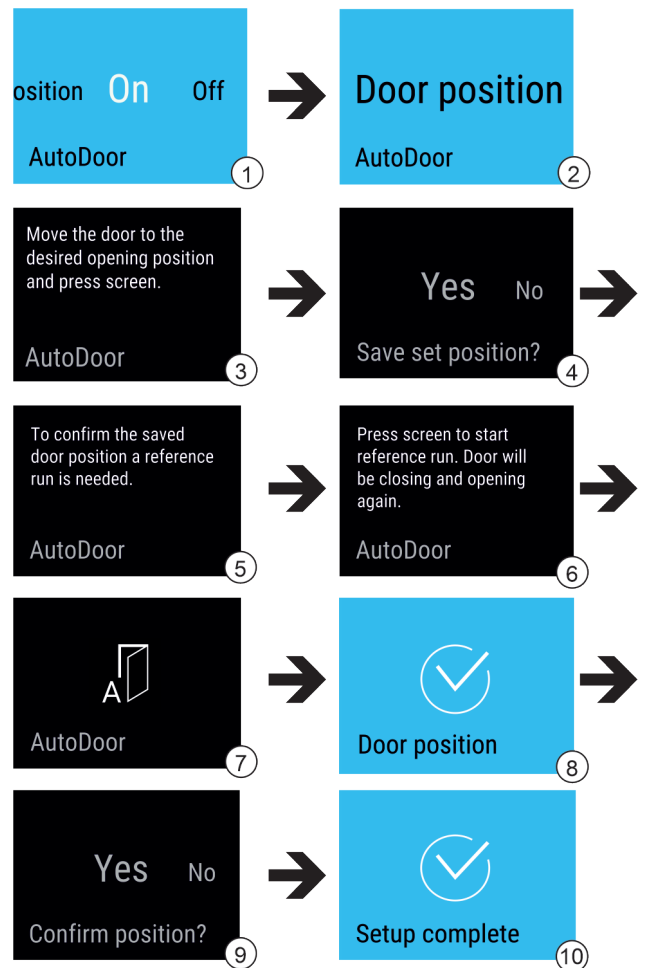

Fig. 17
- ▶ 选择 AutoDoor 功能。 Fig. 17 (1)
- ▶ 在显示屏中滑动显示，直到出现 Door position。 Fig. 17 (2)
- ▶ 配置开门角度：将门打开至少 70°。 Fig. 17 (3)
- ▶ 确认开门角度：点击显示屏中的信息。 Fig. 17 (4)
- ▶ 启动参考运行: 点击显示屏。 Fig. 17 (6)
- ▷ 显示屏闪烁。 Fig. 17 (7)
- ▷ 参考运行成功: 显示屏变为蓝色 2 秒。 Fig. 17 (8)
- ▶ 确认开门角度。 Fig. 17 (9)
- ▷ 显示屏变为蓝色。 Fig. 17 (10)